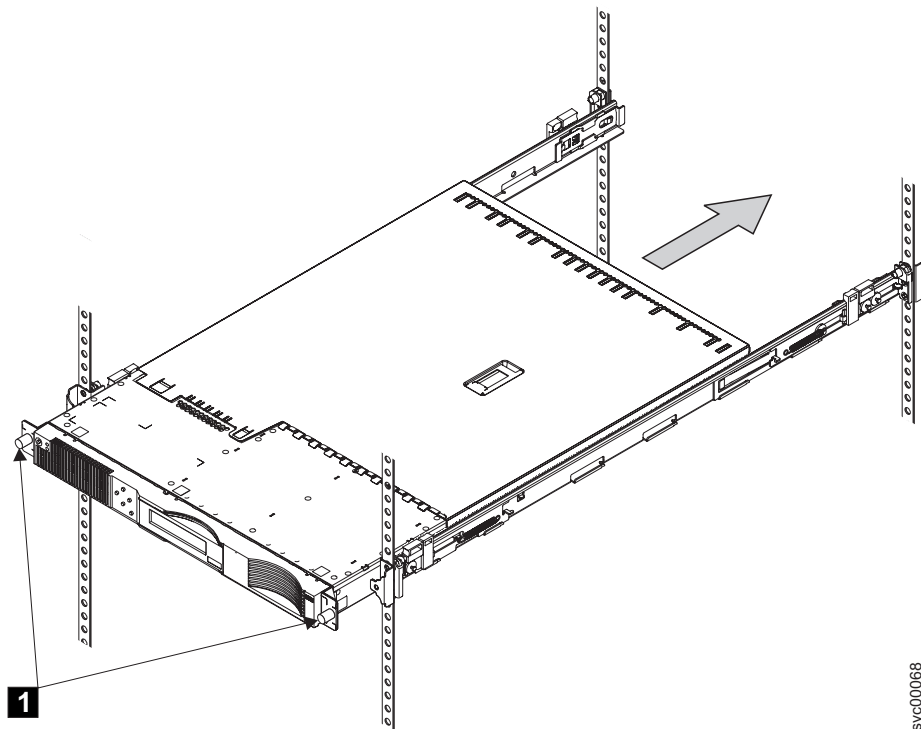

図 61. 前部ねじでの SAN ボリューム・コントローラー 2145-4F2 の取り付け
2. SAN ボリューム・コントローラー 2145-8F2 または SAN ボリューム・コントローラー 2145-8F4 の場合は、ラックの正面部の 2 個の止め金を掛けて、SAN ボリューム・コントローラーをラックに取り付けます。SAN ボリューム・コントローラー 2145-4F2 の場合は、2 個の前部ねじ **1** を留めます。323 ページの図 61 を参照してください。
**注:** SAN ボリューム・コントローラー 2145-8F2 または SAN ボリューム・コントローラー 2145-8F4 のレール・アセンブリーの前面は、323 ページの図 61 に示す前面とは異なります。